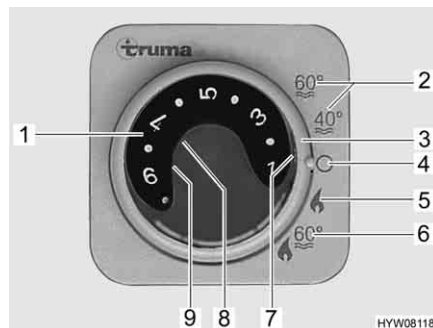

Fig. 187 Centralina di controllo per riscaldamento/boiler
- Impostare la modalità di funzionamento tramite l'interruttore girevole (Fig. 187,3).
A seconda della temperatura ambiente desiderata, il riscaldamento seleziona automaticamente il livello del bruciatore necessario. Al raggiungimento della temperatura ambiente desiderata, il bruciatore si spegne. Durante la modalità di funzionamento "Riscaldamento e boiler" (Fig. 187,6) è riscaldata anche l'acqua nel boiler. Nella modalità di funzionamento "Riscaldamento senza boiler" (Fig. 187,5) è possibile far funzionare il riscaldamento con il boiler vuoto.
- Impostare la manopola della temperatura (Fig. 187,1) sulla centralina di controllo scegliendo la potenza desiderata.
- Posizionare l'interruttore girevole (Fig. 187,3) su funzionamento invernale "Riscaldamento senza boiler" (Fig. 187,5) o "Riscaldamento e boiler" (Fig. 187,6).
Si accende la spia verde di controllo (Fig. 187,7).
- Posizionare l'interruttore girevole (Fig. 187,3) su "O" (Fig. 187,4).
La combinazione funzionamento a gas e funzionamento elettrico a 230 V diminuisce il tempo di riscaldamento (è possibile solo se il riscaldamento viene impostato sulla centralina di controllo (Fig. 187) su funzionamento invernale). Se viene selezionato il funzionamento elettrico a 230 V, la spia gialla di controllo si accende (Fig. 188,6).